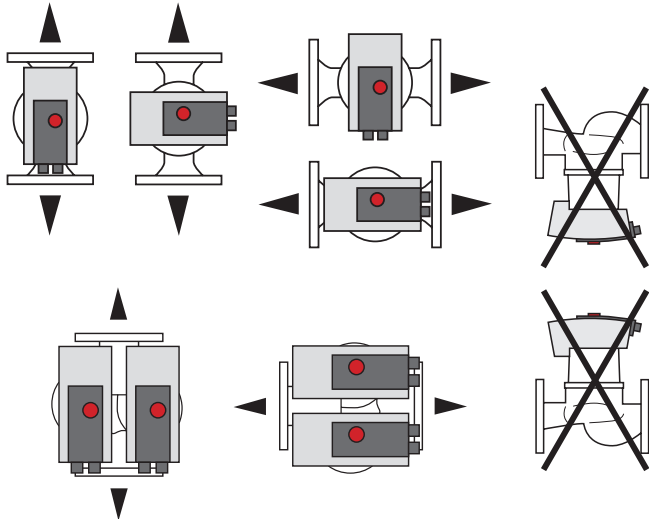

Fig. 4: Positions de montage admissibles
1. Vérifier les positions de montage autorisées → Fig. 4.